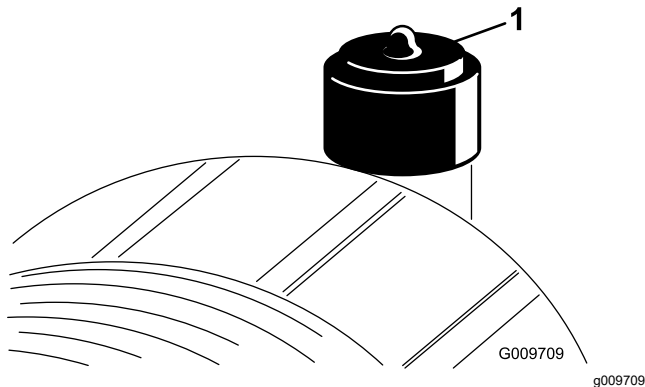

**Bild 51**
Warten Sie den Luftfiltereinsatz nur, wenn die Verstopfungsanzeige dies angibt (**Bild 51**). Das frühzeitige Auswechseln des Luftfilterelements erhöht die Gefahr, dass Schmutz in den Motor gelangt, wenn Sie das Filterelement entfernen.
2. Stellen Sie die Verstopfungsanzeige (**Bild 51**) zurück, wenn sie auf Rot steht.